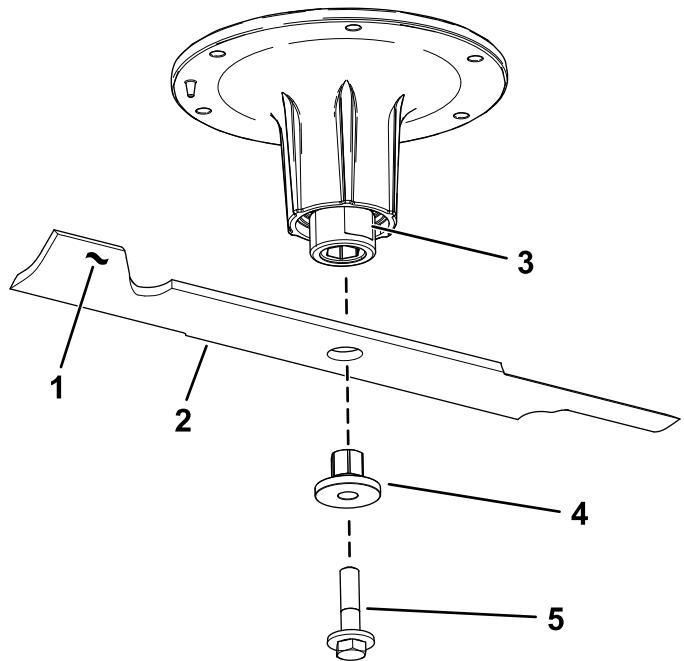

Figura 74
2. Retire el perno de la cuchilla, el buje y la cuchilla del eje (Figura 74).